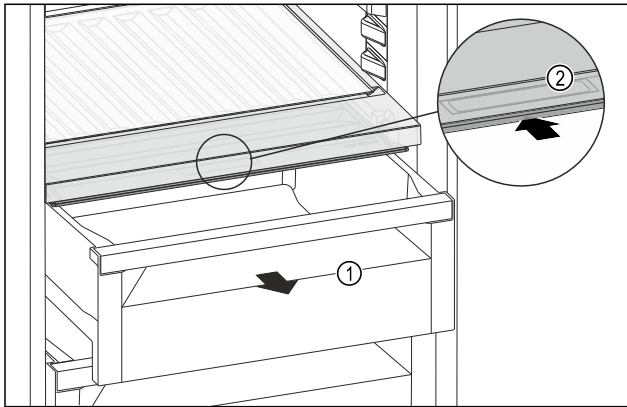

Fig. 109
- ▶ Húzza ki a fiókot Fig. 109 (1).
- ▶ Fogja meg a süllyesztett fogantyút Fig. 109 (2) a rekeszfedélen, és ezzel egy időben tolja hátra a rekeszfedelet.